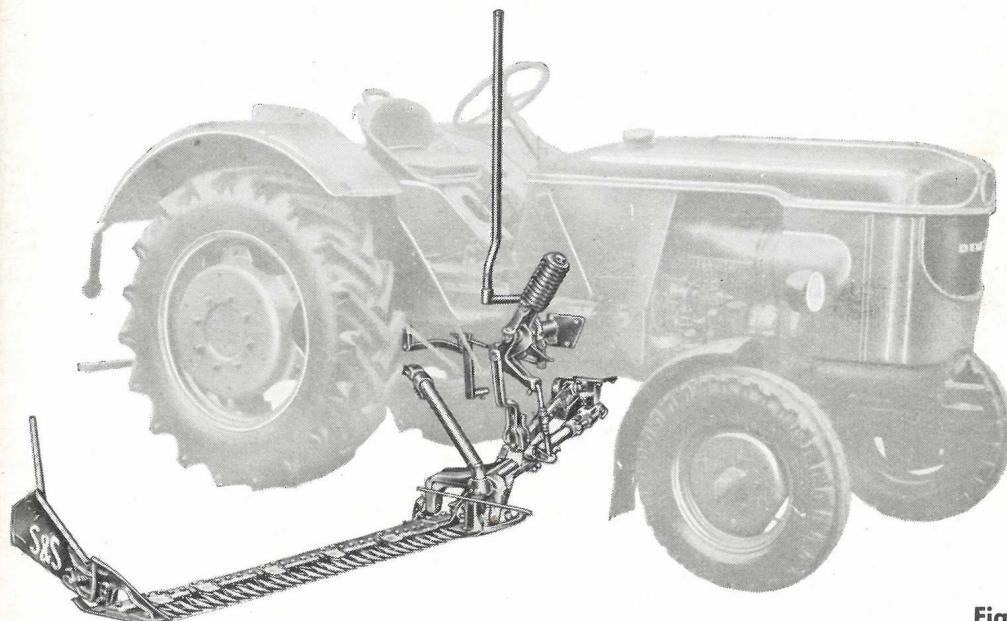

Fig. 1
6. Réaliser la liaison entre le tube porteur et le support de fixation avant en introduisant l'extrémité coudée du tube dans l'ouverture prévue (Fig. 1 et 2).
8. La barre de coupe se fixe de la manière habituelle à la charnière par deux boulons avec goupilles ou fiches élastiques (Fig. 1 et 2).